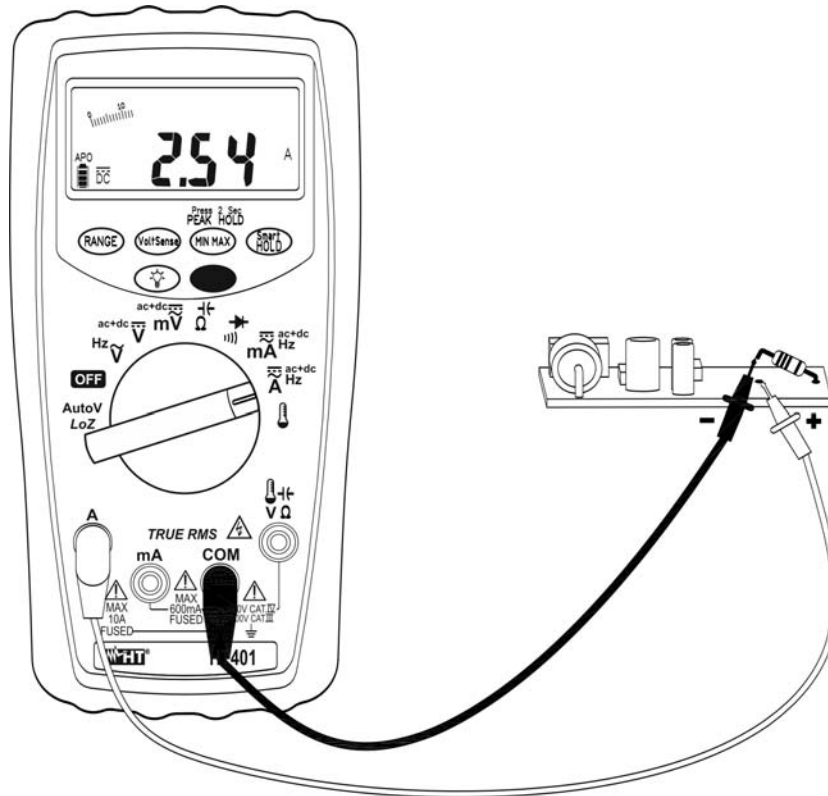

Fig. 5: Uso dello strumento per misura di Corrente DC
6. Collegare il puntale rosso ed il puntale nero in serie al circuito del quale si vuole misurare la corrente rispettando la polarità ed il verso della corrente indicato in Fig. 5
9. La visualizzazione del simbolo "-" sul display dello strumento indica che la corrente ha verso opposto rispetto alla connessione di Fig. 5